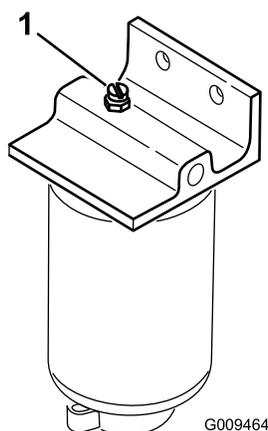

Figura 44
3. Abra o tampão de ventilação do separador de água/combustível (Figura 44).